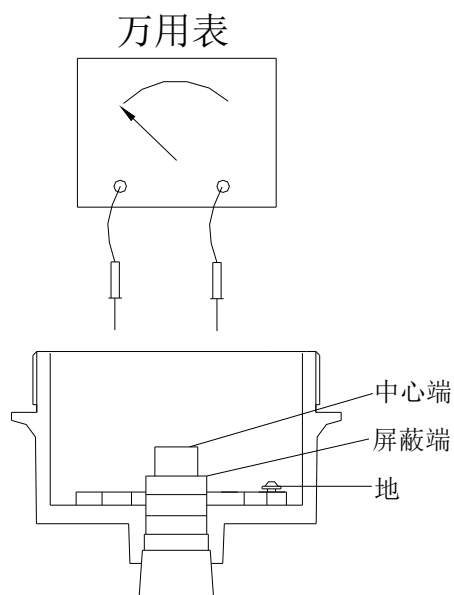

图 7.2 传感器的检查
- B. 若传感器上有挂料，用万用表欧姆档测量下列阻值：见图 7.2 传感器的检查